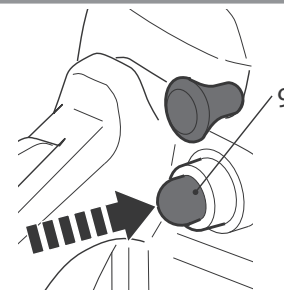

Fig. 18
Prima 6 vezes a bomba de combustível (9) ao arrancar o produto com o motor frio (Fig. 18). Não prima a bomba para o arranque a quente.